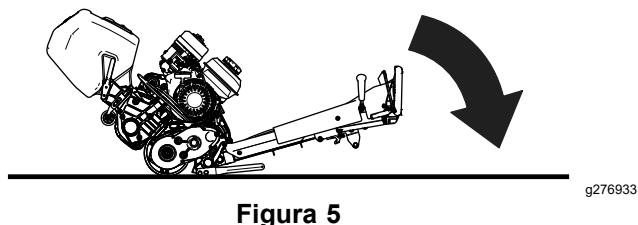

Figura 5
2. Accedete all'apparato di taglio abbassando la stegola del trattorino al suolo (Figura 5).